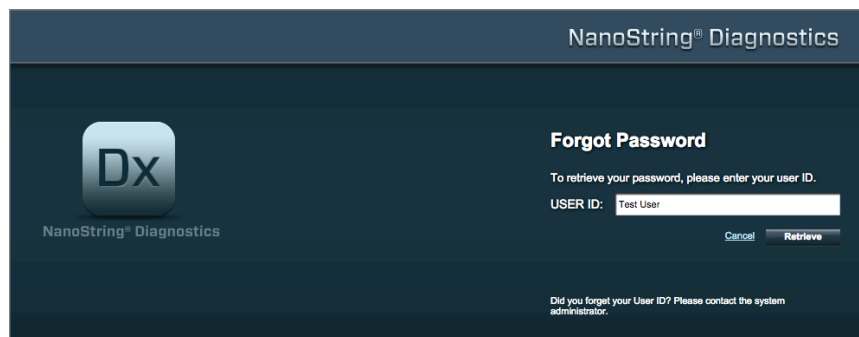

FIGURE 4.3 : Page d'envoi en cas de mot de passe oublié
- Cliquer sur le lien en regard de « Forgot your password? » (Mot de passe oublié ?) pour accéder à la page d'envoi des mots de passe oubliés (**FIGURE 4.3**).